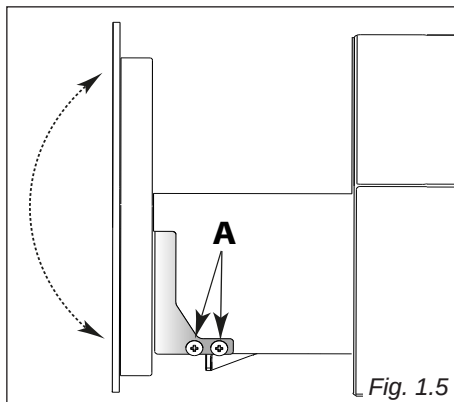

Fig. 1.5
- L'inclinazione del pannello frontale può essere regolata dopo aver allentato le viti "A" (fig. 1.5). Quando il pannello è parallelo al mobile e alla parte frontale dell'elettrodomestico in abbinamento, riavvitare le viti "A" (fig. 1.5) fino al completo fissaggio.